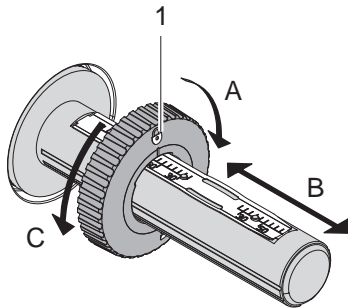

Bild 11 Einstellung der Randsteller
3. Randsteller (1) auf dem Abwickler (3) entsprechend der Breite der Transferfolie einstellen (Bild 11):
- Wickler festhalten und Randsteller (1) durch Drehen in Richtung A entriegeln.
- Randsteller (1) in Richtung B schieben und mithilfe der Skala auf die Breite der Transferfolie einstellen.
- Wickler festhalten und Randsteller (1) durch Drehen in Richtung C verriegeln.
4. Transferfolienrolle (5) so bis zum Randsteller (1) auf den Abwickler (3) schieben, dass die Farbbeschichtung der Folie beim Abwickeln nach unten weist.